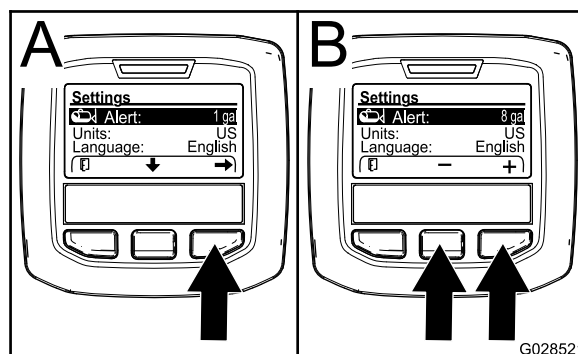

Figura 70
2. Carregue no botão de seleção central para realçar a definição de alerta (Figura 70).
3. Pressione o botão de seleção direito (Figura 70).
- Utilize os botões de seleção central ou direito para introduzir a quantidade mínima no depósito quando o alerta é mostrado durante a operação do pulverizador (Figura 70).